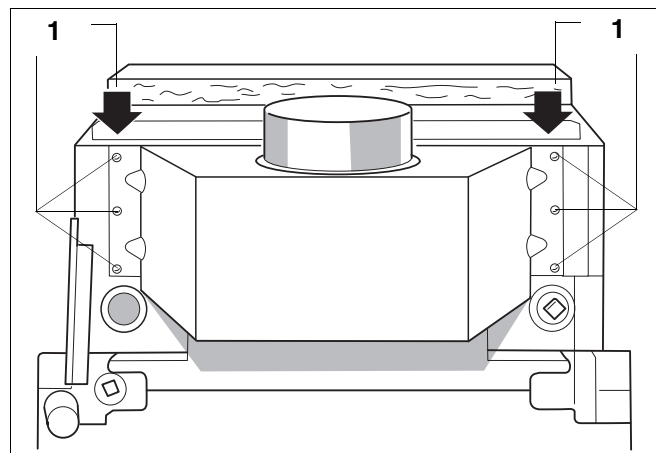

Рис. 7 Монтаж прерывателя тяги на установке с одним котлом
- Закрепите прилагаемыми винтами прерыватель тяги на коллекторе дымовых газов (Рис. 7, поз. 1).